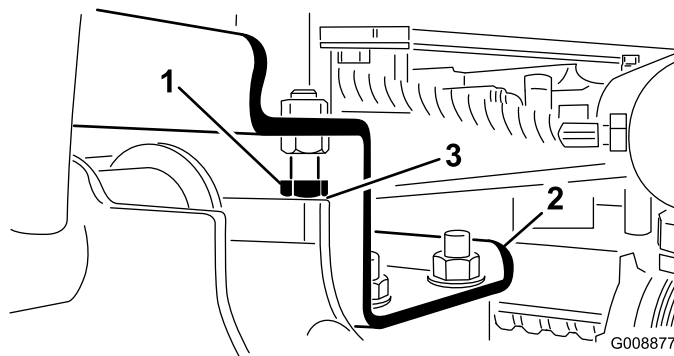

Figura 11
- Allentate i bulloni di arresto (Figura 11).
- Verificate che il gioco tra ciascun braccio di sollevamento e il bullone di arresto sia di 0,13 a 1,02 mm (Figura 11). Se il gioco non rientra in questo campo, regolate il gioco dei bulloni di arresto.